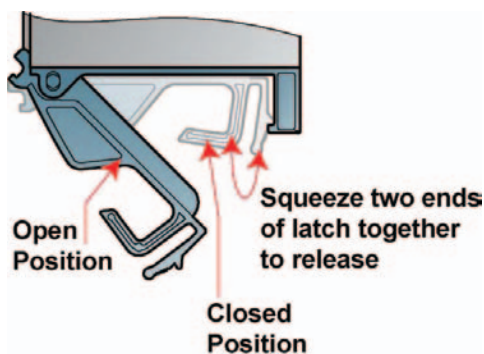

Figura 7: Patilha do módulo de arrefecimento
2. Com a patilha na posição aberta (*consulte a Figura 7*), faça deslizar o módulo para dentro da estrutura até que a patilha prenda automaticamente.